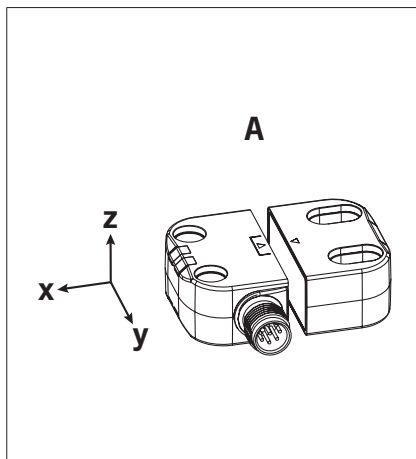

Bild 1: Zulässige Einbaulage
- › Schalter und Betätiger müssen fest montiert sein und die aktiven Flächen sind parallel und zueinander ausgerichtet. Beachten Sie die zulässige Einbaulage (siehe Bild 1).